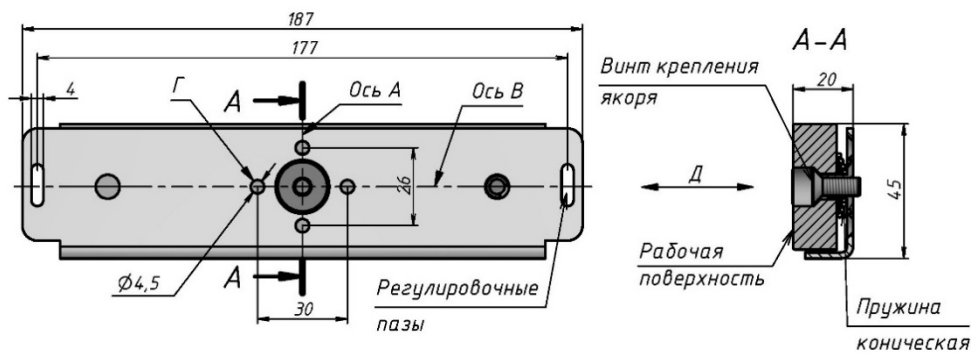

Рисунок 7 - Якорная часть замка варианта «Н» и варианта без датчика контроля.
Якорная часть замка разборная и состоит из пластины крепления якоря (14), конической пружины (13), якоря (12) и регулировочного винта (16). Пружина обеспечивает необходимый угловой и осевой ход якоря на пластине для плотного прилегания рабочих поверхностей корпуса и якоря. Крепление якоря на пластине выполняется регулировочным винтом (16). Под регулировочный винт в двери необходимо просверлить отверстие диаметром 8-10мм на глубину 10мм. Винт позволяет производить регулировку положения якоря в направлении Д (рис. 7, 8). Поворот винта на один оборот перемещает якорь на 1мм. Для вращения винта используется шестигранный ключ из комплекта поставки. Максимально допустимое перемещение якоря за счет винта не более 3мм.
В процессе монтажа якорная и корпусная части замка должны быть совмещены в продольном и поперечном направлении, до совпадения осей А и В. Положение осей показано на рисунках 6, 7 и 8. Для обеспечения совмещения частей замка в поперечном направлении предусмотрены регулировочные овальные пазы в пластине крепления якоря (14) (рисунок 7 и 8), через которые осуществляется предварительный монтаж якорной части. Окончательное закрепление пластины (после совмещения осей) осуществляется четырьмя саморезами (или винтами) через отверстия Г (рисунок 7 и 8).